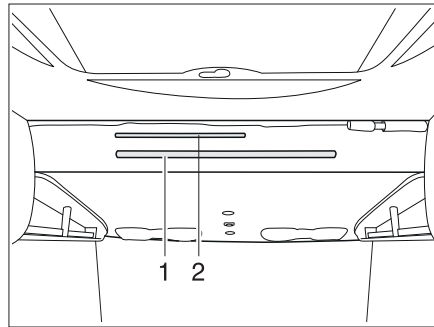

Fig. 126 Lit escamotable manuel
- Tirer le levier de la poignée (Fig. 126,2) vers le bas pour déverrouiller le lit escamotable.
- Tirer le lit escamotable à deux mains vers le bas à l'aide de la barre de maintien (Fig. 126,1).
- Accrocher l'échelle d'accès avec les deux étriers dans la barre de maintien (Fig. 126,1) du lit escamotable.